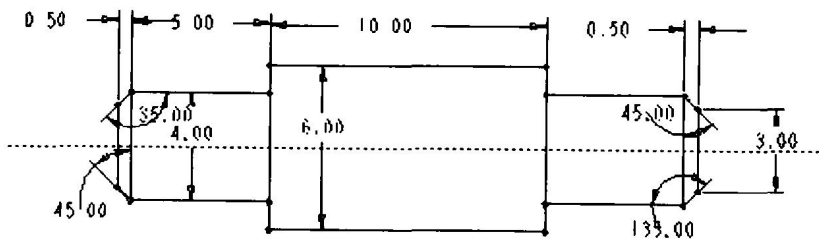

图 1.11 标注倒角角度
- (7) **添加尺寸标注。** 定义倒角斜度为 45° 。单击【草绘】工具栏中的【添加标注】命令图标“”，如图 1.8 所示。选择倒角的两条边，标注角度为 45° 和 135° ，如图 1.11 所示。